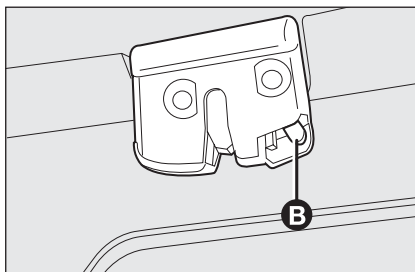

fig. 112
- ☐ desde el interior del maletero, intervenga en la palanca **B**-fig. 112, para obtener el desbloqueo mecánico de la puerta del maletero.